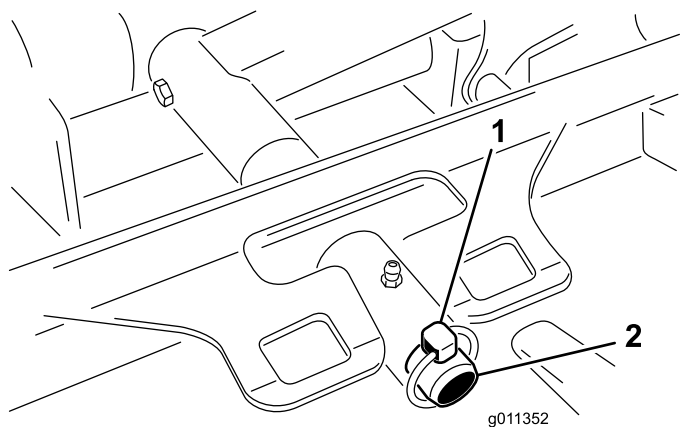

図 125
3. カッティングユニットのキャリアフレームを昇降アームのピボットピンに固定しているリンチピン（ランドマスター4500またはリテーナナットランドマスター 4700）を外す 図 125。
2. カッティングユニットのキャリアフレームを昇降アームのピボットピンにセットする 図 125。カッティングユニットをピンに取り付けるリンチピングランドマスター 4500またはリテーナナットグランドマスター 4700を使用する。